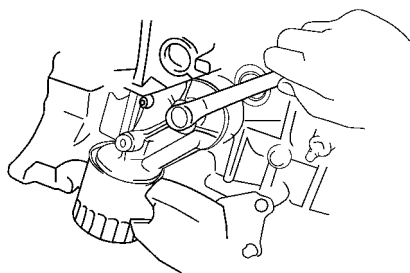
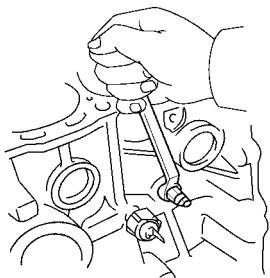

图 1-93 拆下接头螺栓、螺母和连同
图 1-94 拆下发动机冷却液泄放螺塞
- (2) 旋下 3 个螺栓，拆下后端板。
- (3) 安装发动机支架以便于分解。
- (4) 拆下气缸盖。
- (5) 拆下正时链。
- (6) 拆下接头螺栓、螺母和机油滤清器及其托架，如图 1-93 所示。
- (7) 拆下右侧和左侧的发动机安装托架。
- (8) 拆下发动机冷却液泄放螺塞，如图 1-94 所示。